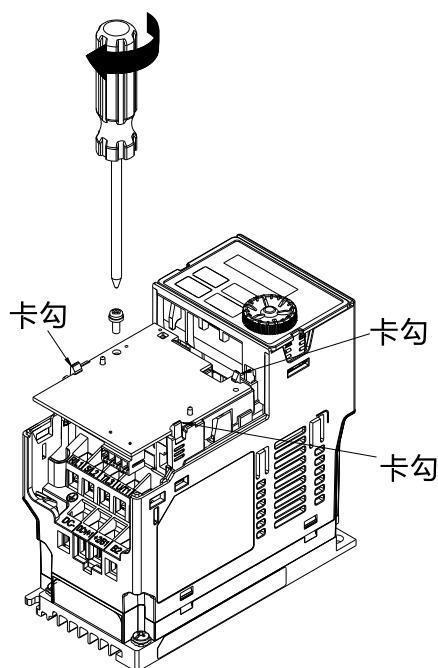

图8-15
5. 确认三个卡勾确实卡住配件卡后，锁上螺丝（螺丝扭力建议值：4~6 kg-cm [3.5~5.2 lb-in.] [0.39~0.59 Nm]），如图 8-15 所示。